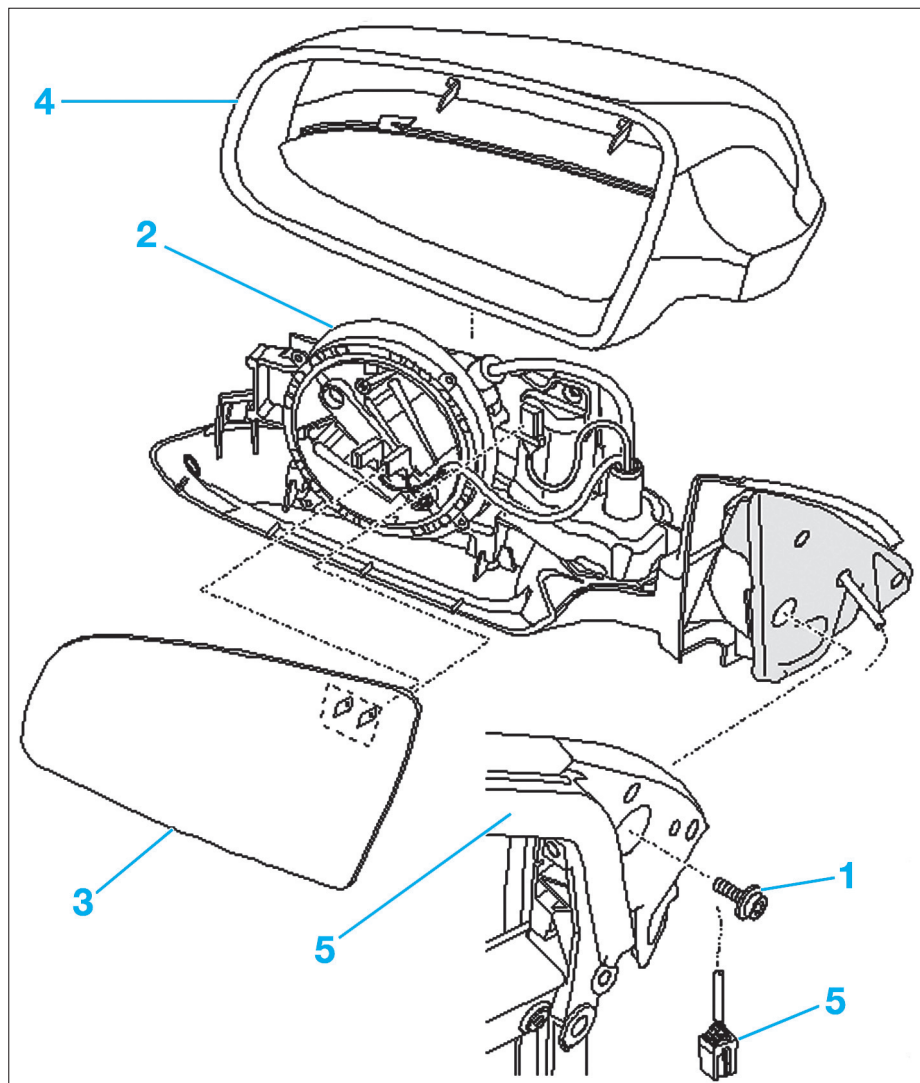

Fig. 47
- Extraire la glace (3) du rétroviseur (voir opération concernée).
- Déposer la vis de fixation (1) du mécanisme de réglage (2) du rétroviseur (Fig.47).
- Débrancher le connecteur (5) du rétroviseur.
- Séparer si nécessaire la coque arrière (4) du rétroviseur.